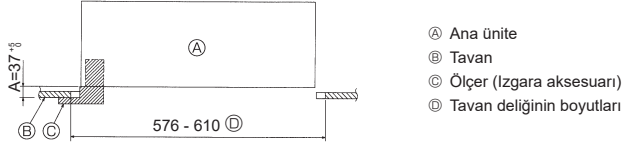

Fig. 4-6
- Ana ünite tavandaki montaj deliğiyle hizalanamıyorsa, montaj levhasındaki bir yarık vasıtasıyla ayarlanabilir. (Fig. 4-6)